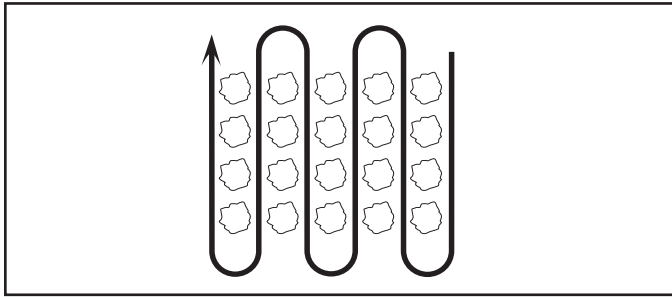

Fig. 15
• Binez les lignes de long en large à une vitesse qui permette aux dents de déraciner les mauvaises herbes et de laisser le sol à l'état brut pour faire en sorte que les mauvaises herbes et le gazon n'y poussent plus (Voir la Fig. 15).